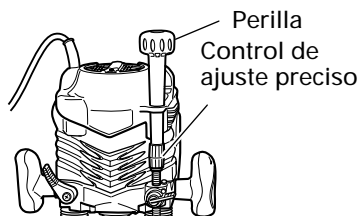

Fig. 6
- (1) Fije la perilla del accesorio en el control de ajuste preciso. (Fig. 6)